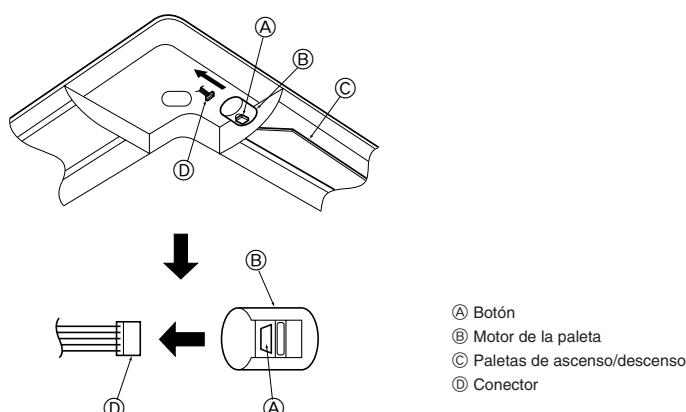

Fig. 5-9
5.4. Bloqueo de la dirección del flujo de aire de ascenso/descenso (Fig. 5-9)